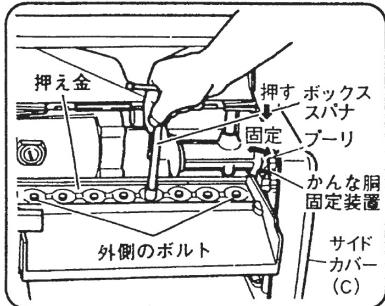
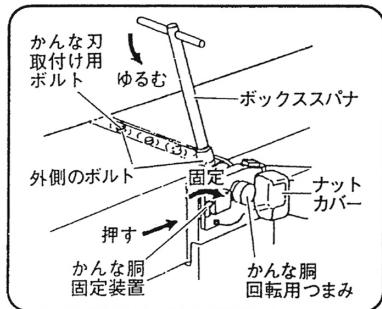

図 22
図 24
(2) 手押かんな部のナットカバー（図 24 参照）を開き、かんな胴回転用つまみをまわし、自動かんな部のかんな刃取付け用ボルト（図 22 参照）の位置を上にします。
(2) サイドカバー (C) 側部のノブボルトをゆるめ、プーリカバをひらくとプーリがあります。プーリをまわし、かんな刃取付け用ボルト（図 22 参照）の位置を上側にします。
(6) かんな腔固定装置のレバー(図22参照)を左にまわして固定を解除し、かんな腔回転用つまみ(図24参照)またはブーリ(図22参照)をまわし、刃先が上側の位置で再度かんな腔を固定します。
(7) 付属のメガネスパナ(10mm)で残りの外側2本のかんな刃取付け用ボルトをゆるめると、かんな刃はばねに押されて数ミリ飛び出します。
(8) かんな刃の両端を指でつかみ取りはずします。
- (3) ナットカバーをひらき、かんな洞の回転用つまみをまわし、かんな刃取付け用ボルトの位置を上側にします。
- (4) かんな洞固定装置のレバーを指先で押し、右(図 24 固定側)にまわしてかんな洞を固定します。
- (5) 付属のボックススパナ(10mm)で4本のかんな刃取付け用ボルトのうち内側2本をゆるめて抜き取ります。
- (6) 残った外側2本のかんな刃取付け用ボルトは1/4回転程度ゆるめます。
- (7) その後は24ページ「1. 自動かんな盤の場合」と同じ要領で取りはずします。
- (1) 手押かんな部のかんな洞回転用つまみ(図24参照)をまわし自動かんな部の裏刃部が上になる位置にします。
- (1) サイドカバー(C)側部のプーリ(図22参照)をまわしてかんな洞の裏刃部が上になる位置にします。
- (2) かんな洞固定装置のレバーを指先で押し右にまわしてかんな洞を固定します。
(6) かんな洞固定装置のレバーを左にまわし固定を解除し、かんな洞回転用つまみ(図 24 参照)または、プーリ(図 22 参照)をまわしかんな刃取付け用ボルトが上になる位置で再度固定します。
(7) 内側の 6 本のかんな刃取付け用ボルトをねじ込み、付属のボックススパナ (10mm) ですべてのかんな刃取付け用ボルトを十分に締付けます。
(8) 取付けが終わったらかんな洞固定装置のレバーを左にまわし固定を解除します。